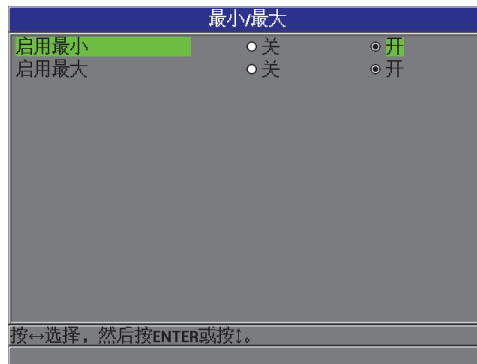

图 5-4 最小 / 最大屏幕
2. 在 **最小 / 最大** 屏幕中（参见第 88 页的图 5-4）：